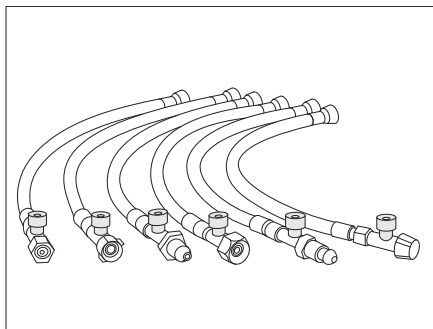

Fig. 190 Tuyaux flexibles haute pression avec sécurité de rupture de flexible (variantes spécifiques de pays)
- Appuyer fermement sur le bouton vert du tuyau flexible haute pression (Fig. 190).